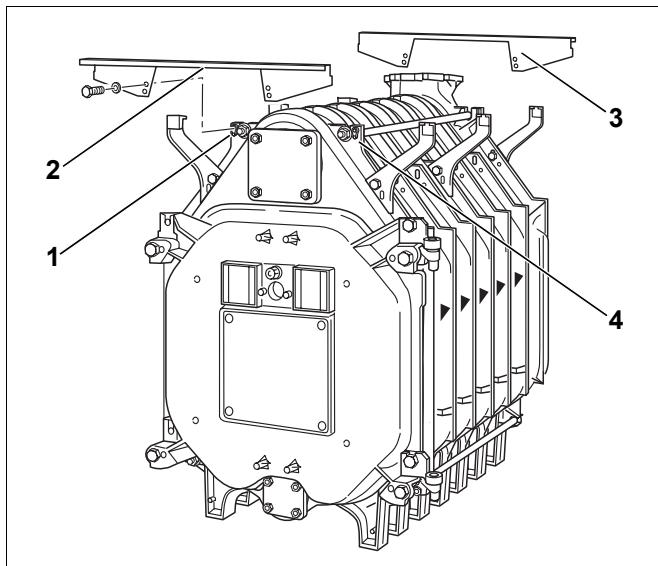

Fig. 37 Montaggio delle traverse trasversali
- ▶ Disporre la traversa trasversale superiore nella parte anteriore (fig. 37, [2]) della camma in ghisa (fig. 37, [1] e [4]) e avvitarla con forza con viti ad esagono cavo (M8 x 16). La piegatura della traversa anteriore deve essere rivolta in avanti.
- ▶ Disporre la traversa superiore sulla parte posteriore (fig. 37, [3]) della camma in ghisa e avvitarla con forza con viti ad esagono cavo (M8 x 16). La piegatura della traversa posteriore deve essere rivolta verso la parte posteriore.